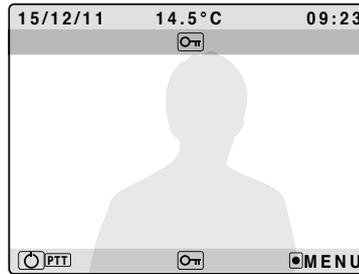

Fig. 15
- Ouvrez la porte en appuyant sur le bouton  (**Fig. 15**) ;